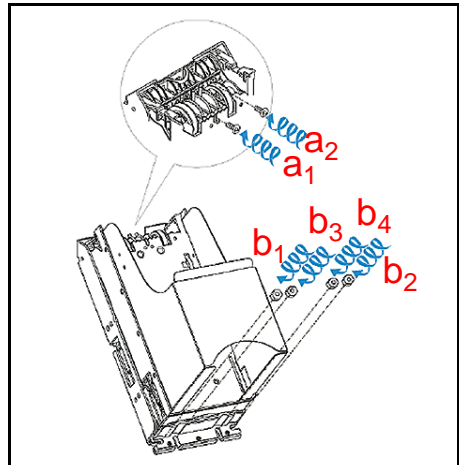

Figura 5 Ubicación de los tornillos y las tuercas M4
- Retire la guía con dirección hacia atrás y asegure la unidad de SD/SU VEGA al soporte de SD/SU VEGA en la máquina huésped, con dos (2) tornillos M4 (consulte la Figura 5 a₁ y a₂) y dos (2) o cuatro (4) tuercas hexagonales M4 (consulte la Figura 5 b₁, b₂, b₃ y b₄).